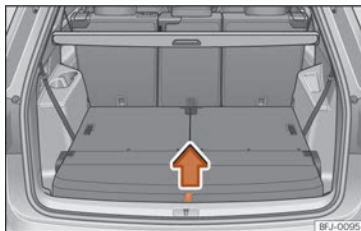

Abb. 125 Im Gepäckraum: Gepäckraumboden anheben.
- Gepäckraumboden an der Schlaufe »» Abb. 125 in Pfeilrichtung nach oben ziehen und herausnehmen.